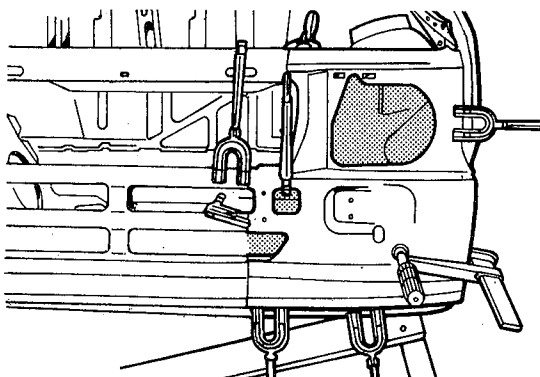

fig. 60
8. Posicionar a nova seção do painel e fixá-la com pinças e grampos (fig. 60)